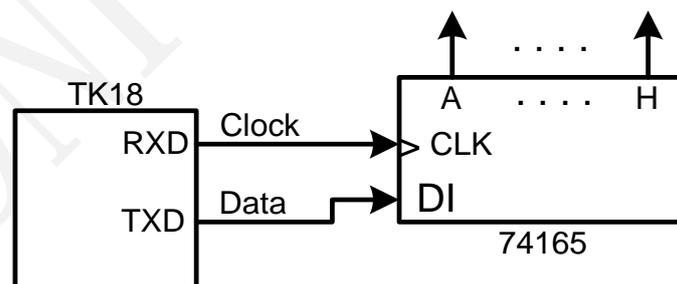

图14-1 TK18 UART Mode 0结构框图
- **Mode 0:** 此模式之速率由SCON4[1:0]寄存器决定。在此模式下，不管是接收资料还是资料传出是以固定速率且为数据长度为8位之串行数据资料传输，此时TXD是当成串行资料输出或输入用途(Data)，RXD是当成串行数据的脉波讯号(Clock)。因此在执行资料接收或传送时，由RXD送出移位脉波，而由TxD接收串行资料，如图14-1所示。